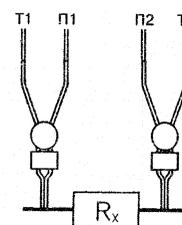

Рис. 3.
- 4. Для измерения сопротивления резисторов подключить 2 зажима измерительных проводов к тестируемому сопротивлению, как показано на рис. 3.